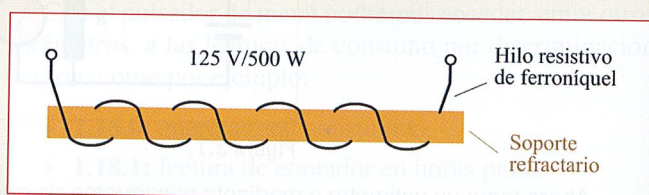

Figura 3.11. Fabricación de una estufa con hilo resistivo.
- 3.7.** ¿Cómo fabricar una estufa? En el mercado existen hilos metálicos con un coeficiente de resistividad bastante alto. Por ejemplo, el ferroníquel tiene un coeficiente de resistividad de $0,8 \Omega \cdot \text{mm}^2/\text{m}$. Si nosotros enrollamos hilo de este material sobre un soporte aislante (a ser posible un material refractario), y hacemos pasar una corriente por él, este se calentará intensamente (Figura 3.11).